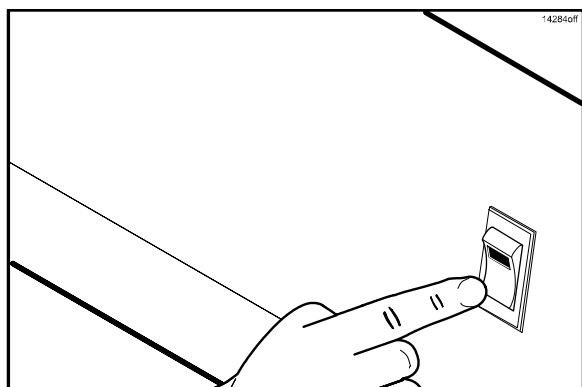

Figura 78
55. Coloque a chave de bloqueio do ventilador na posição OFF (DESLIGADA). (Veja a Figura 78.)